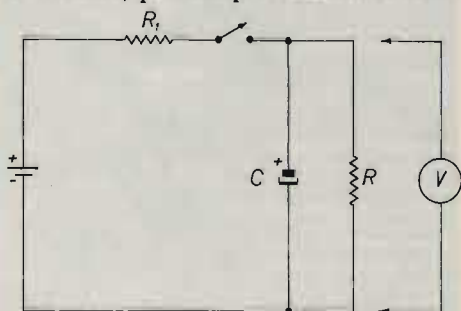

figura 5
Veramente questo calcolo lo abbiamo già fatto durante l'esperimento di carica e scarica. Solo che il 63% o il 37% sono numeri un po' strani e ci si può sbagliare. Perché rischiare quando non c'è bisogno? È molto più facile leggere lo strumento quando esso sta a metà tensione. A questo ci ha pensato il collega Edwin L. Clark, W2NA (5). La figura 5 mostra il semplice circuito (è quello della scarica del condensatore).